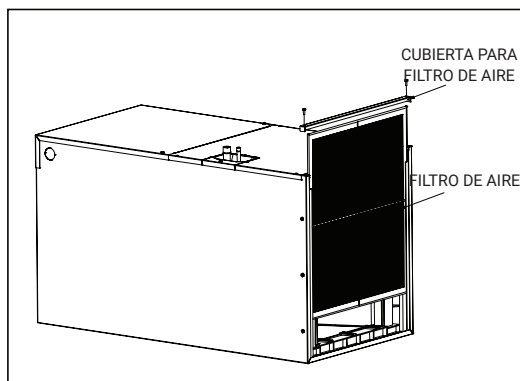

FIGURA 5: Extraer el filtro de aire
2. Soldar la línea de succión y la línea de líquido. Véase la figura 5.